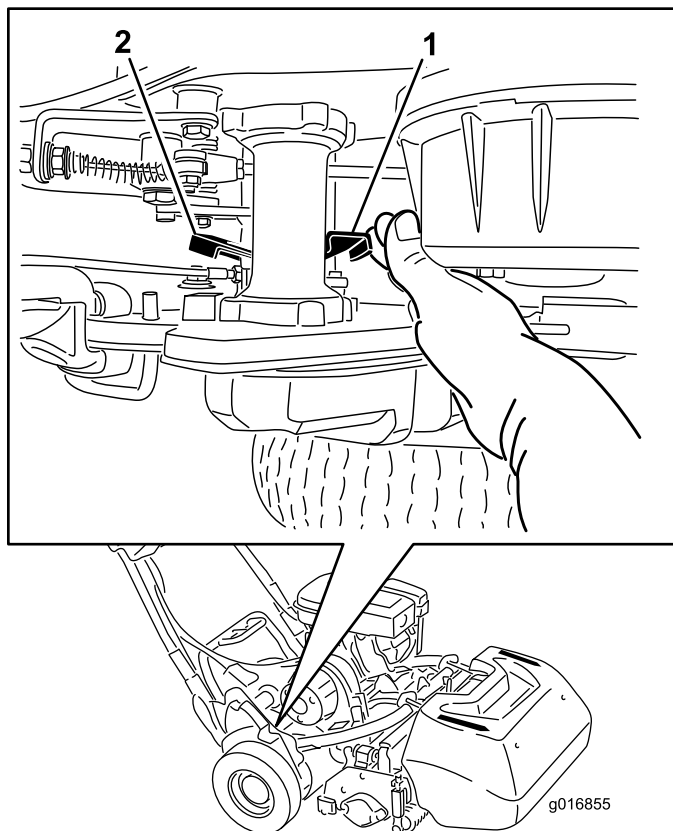

Рисунок 28
1. В правом заднем углу машины найдите рядом с барабаном корпуса привода рычаг включения/отключения тяги (Рисунок 28).